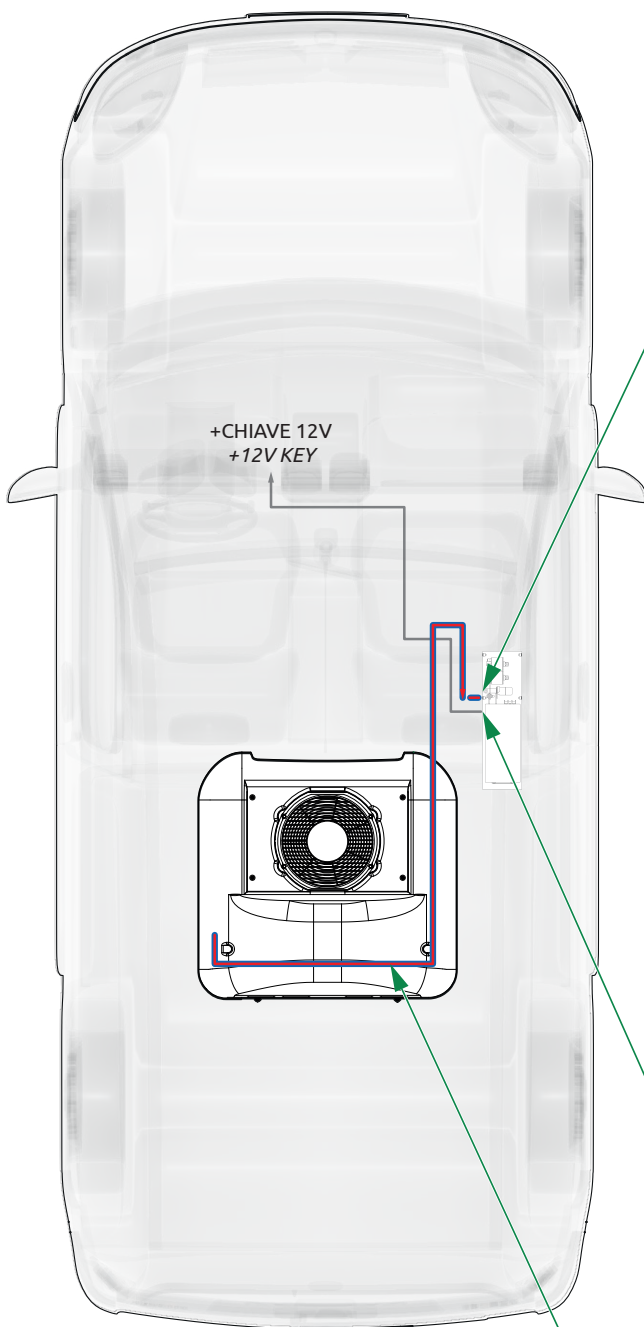

Fig.8
Collegare il cavo +chiave 12V (**Rif.103**) (proveniente dal condensatore) al connettore del cavo (**Rif.5**) sull'alimentatore (**Fig.8 - Fig.9**).
Collegare il cavo (**Rif.6**), proveniente dall'alimentatore, al +chiave 12V del veicolo (**Fig.8 - Fig.9**).
*Connect the cable +key 12V (**Ref.103**) (coming from the condenser) to the cable connector (**Ref.5**) on the power supply (**Fig.8 - Fig.9**).*
*Connect the cable (**Ref.6**), coming from the power supply, to the +key 12V of the vehicle (**Fig.8 - Fig.9**).*